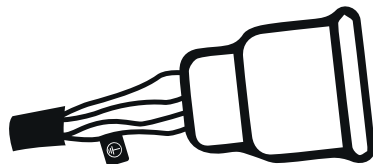

Рисунок 3 : Подсоединение Электрической Вилки
- В связи с тем, что на заводах, стройплощадках и в цехах могут быть установлены различные виды розеток для подсоединения к сетевому электроснабжению, сетевой кабель поставляется без вилки. Установка вилки на сетевой кабель должна выполняться квалифицированным электриком в зависимости от имеющейся розетки сетевого электроснабжения (Рисунок 3). Убедитесь, что имеется кабель заземления жёлтого/зелёного цвета.